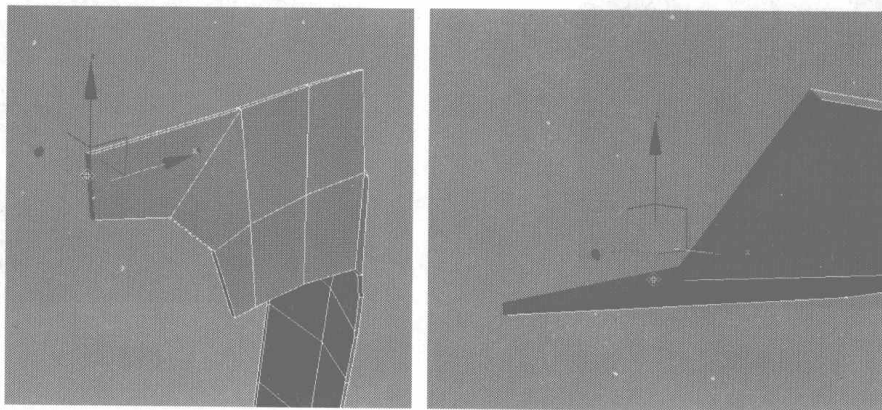

图 4.69
- 22** 在 Modify 控制面板中选择面编辑, 分别选择如图 4.69 所示的面并将其删除, 然后再显示隐藏的物体, 以观看效果。